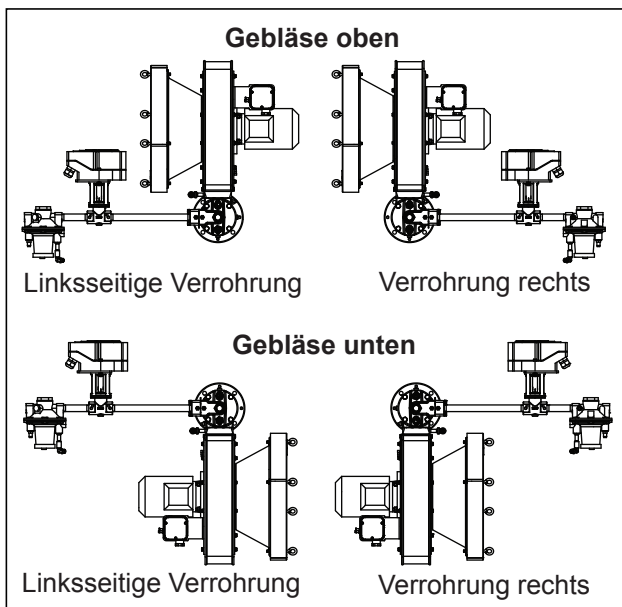

Abbildung 3.1 Brennerkonfiguration
- **Art des Brennstoffs:** Schwankungen des Brennwertes, der Dichte und des WOBBE-Index wirken sich auf die Brennerleistung aus. Wenn einer dieser Parameter um mehr als $\pm 5\%$ von Abbildung 3.1 abweicht, wenden Sie sich an Eclipse, damit die Tauglichkeit des Brennstoffs geprüft werden kann. Leistungsdaten, Abmessungen und Spezifikationen werden für jeden ThermAir-Brenner auf den Datenblättern 114-1 bis 114-9 angegeben.